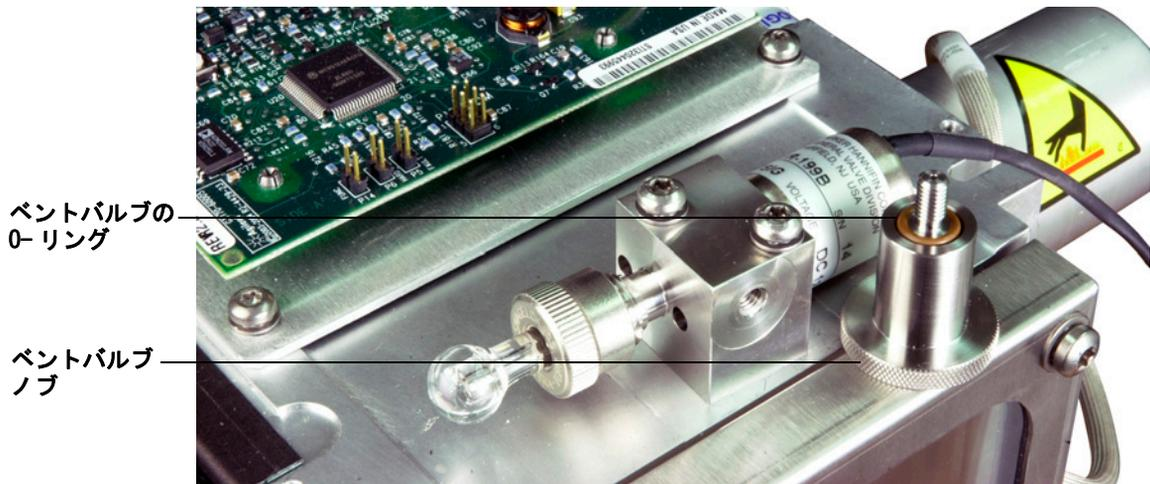

図 33 ベントバルブの O リング
- 2 ベントバルブのノブを完全に取り外します (図 33)。